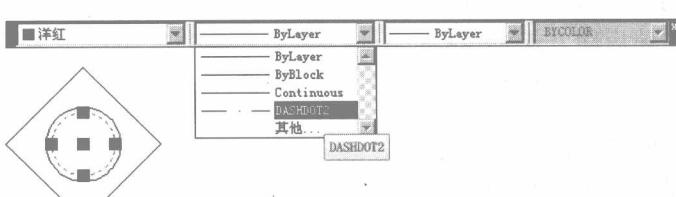

图 1-34 修改对象线型
- ⑫ 在“特性”工具栏上展开“线型控制”下拉列表，修改对象的线型，如图 1-34 所示。